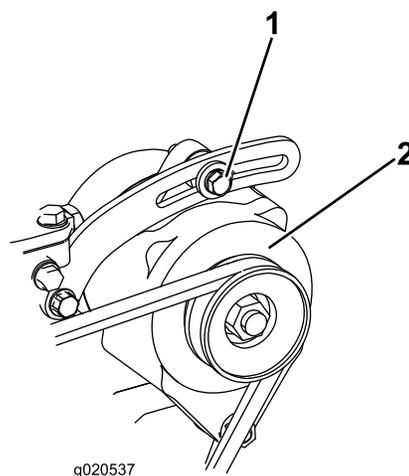

Рисунок 98
1. Если прогиб не равен 10 мм, ослабьте болты крепления генератора (Рисунок 98).